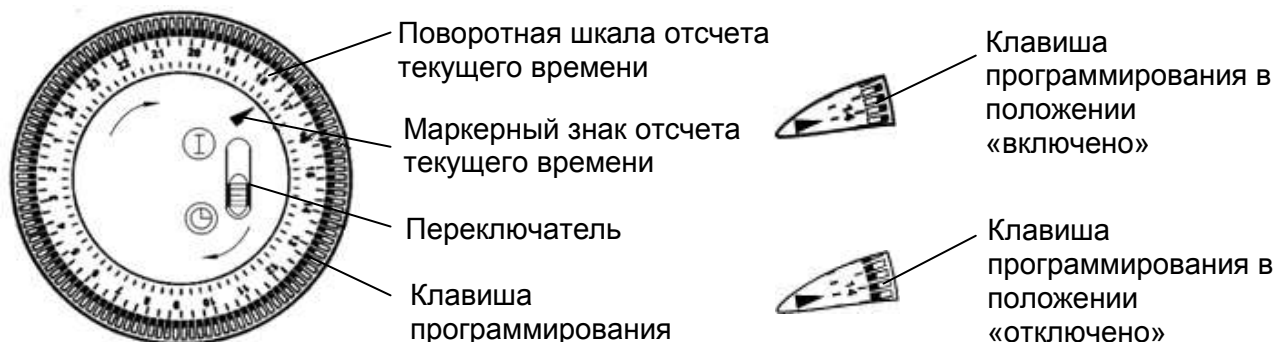

Рис. 5
5.6 Переведите клавиши ступенчатого регулятора мощности в положение «0», совместите «риску» на ручке термостата со знаком * на корпусе конвектора (рис.4), установите переключатель таймера (для моделей с таймером) в положение «I» (см. рис.5). Конвектор готов к работе.
Клавишами программирования таймера (см. рис. 5) установите желаемые интервалы